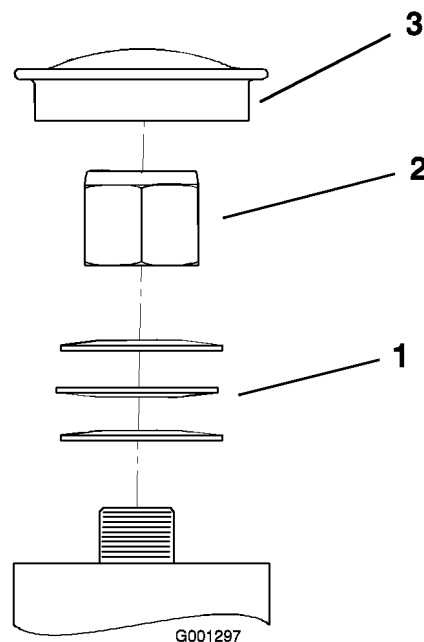

Figura 56
3. Togliete lo scodellino della polvere dalla ruota orientabile e serrate il dado di bloccaggio (Figura 56).
4. Serrate il dado di bloccaggio finché le rondelle non sono piatte, quindi allentate di un quarto di giro per mettere a punto il precarico sui cuscinetti (Figura 56).
Importante: Verificate che le rondelle elastiche siano correttamente montate, come riportato nella Figura 56.
5. Montate lo scodellino della polvere (Figura 56).